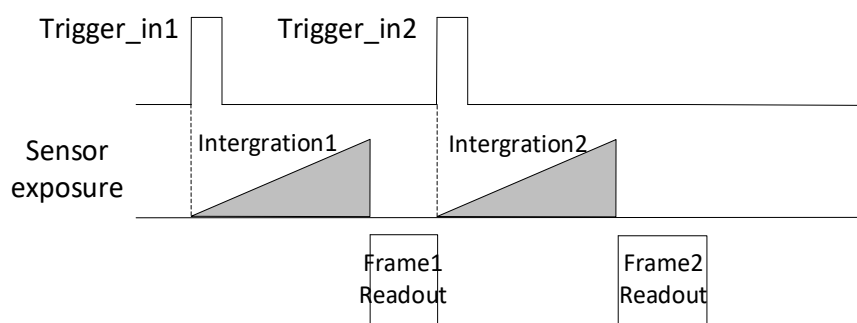

图3-40 第1帧被强制结束时序
- 不启用触发缓存使能：强制结束第 1 个触发信号处理过程，开始处理第 2 个触发信号，如图 3-40 所示；